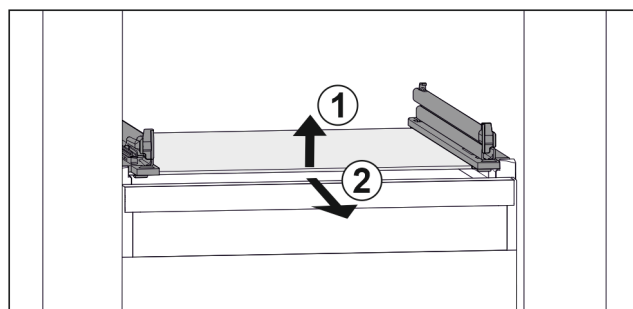

Fig. 124 Exemple de représentation de la tablette en verre
- Soulever la tablette en verre par l'avant. Fig. 124 (1)
- Retirer la tablette en verre par l'avant. Fig. 124 (2)